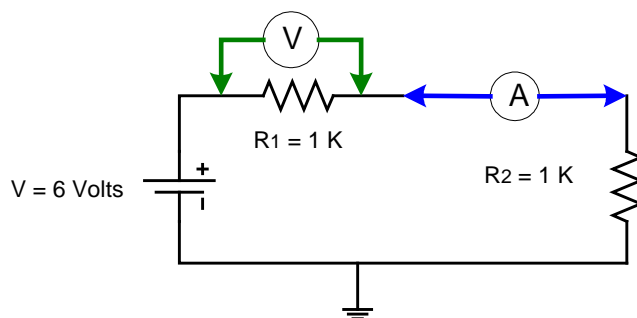

Figura 2
Paso 2. Arme el circuito indicado en la Figura 2, y lleve a cabo las mediciones indicadas en la tabla 1.